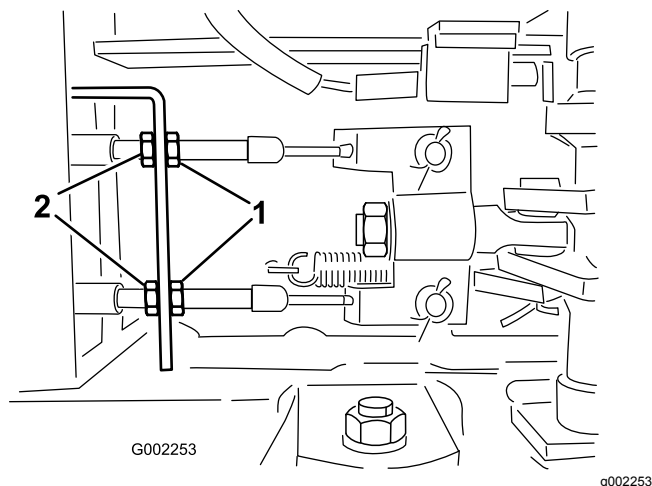

Bild 87
5. Lösen Sie die vorderen Muttern an den Bremskabeln unter der Vorderseite des Sprühfahrzeugs (Bild 87).
6. Ziehen Sie die hinteren Muttern gleichmäßig an, bis das Spiel des Bremspedals 1-2 cm beträgt, bevor Sie einen Widerstand spüren (Bild 87).